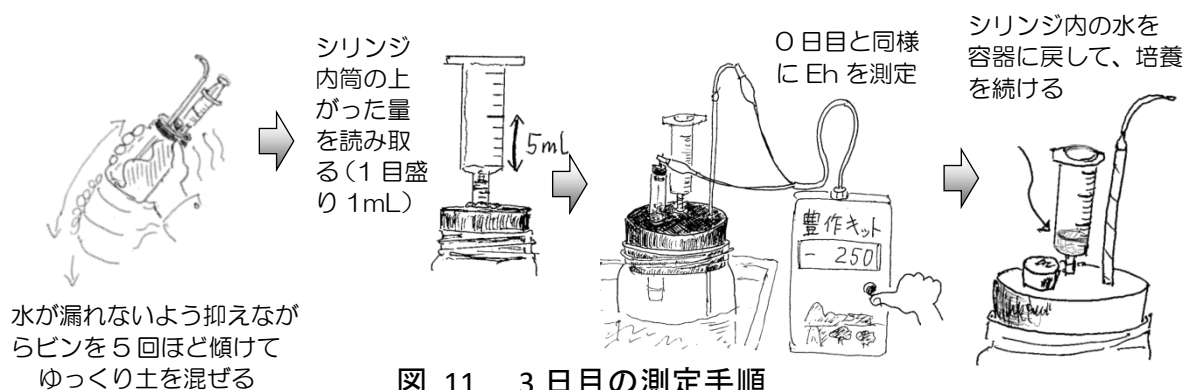

図 11 3 日目の測定手順
(1) 3 日目(およそ 72 時間後)にガス発生量を読み取り、再度 Eh を測定する(図 11)
- ① シリンジ内に水が溜まった量をガス湧き発生量として読み取り記録します (P.10 注意も参照)
- ② ゴム栓を押さえながら、ビンをゆっくり 5 回傾けて土を混ぜて、ゴム栓のフタをはずし、参照電極を差し込み、培養前同様に豊作キットをつなぎ、Eh を測定・記録します。
- ③ ビンの水が蒸発している場合は加水し、ゴム栓でフタをして培養を続けます。
- ④ 培養槽も内側の線まで水を加えます。